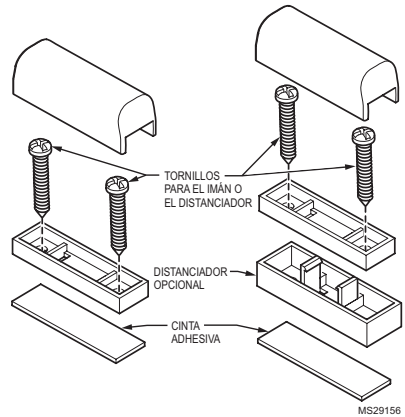

Fig. 9. Opciones de montaje del imán de puerta.
8. Fije el imán a la puerta con los dos tornillos o la cinta adhesiva proporcionada. También se proporciona un distanciador opcional. Consulte la Fig. 9.